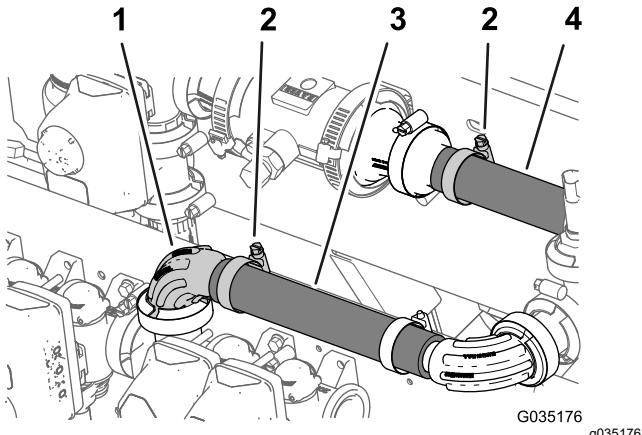

Figura 52
3. Apriete la abrazadera que sujeta la manguera (1" x 7¼") al conector dentado con brida (1") que ensambló en Instalación del transductor de presión en la máquina \(página 22\); consulte Figura 52.